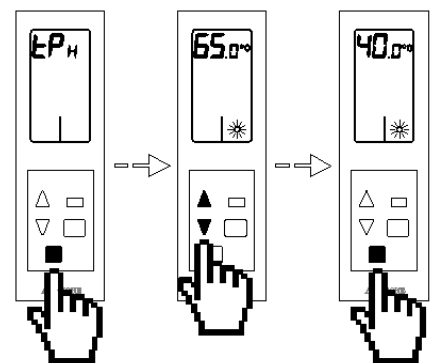

Fig. 109
- Temperatura de Caldera  $EP_H$ :** Esta opción sólo está disponible con AZXCCPC. Permite definir la temperatura de corte de caldera para su protección. Por defecto el sistema tiene como temperatura de corte  $65^{\circ}$ . Si desea modificar estos valores pulse el botón de confirmación , el valor del menú se pondrá a parpadear, esto indica que estamos dentro del menú. Si desea salir del menú pulse el botón salir  para volver al menú anterior. El sistema permite modificar la temperatura entre los valores  $40^{\circ}$  y  $65^{\circ}$ . Seleccione la opción deseada mediante las flechas de selección  $\Delta$ / $\nabla$  y pulse sobre el botón de confirmación . (Fig. 109)